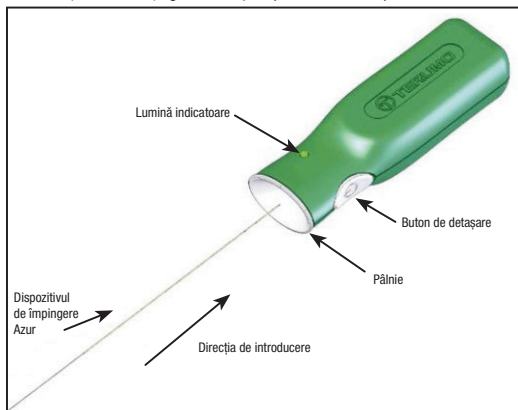

Figura 4 – Dispozitivul Azur pentru controlul desprinderii
12. Deschideți punga obturatorului vascular Azur și extrageți bucla de derulare din aceasta. Înainte de utilizare îndepărtați punga de la bucla de distribuitor. În timp ce mențineți pe loc implantul obturatorului vascular Azur și dispozitivul de introducere, trageți dispozitivul de împingere din bucla de derulare astfel încât capătul proximal al dispozitivului de împingere să fie vizibil. Procedați cu atenție pentru a nu contamina acest capăt al dispozitivului de împingere cu substanțe străine cum ar fi sânge sau agent de contrast. Introduceți ferm capătul proximal al dispozitivului de împingere în secțiunea pânzei a dispozitivului de control al detașării. Consultați figura 4. **Nu apăsați butonul de detașare în acest moment.**
31. Conectați capătul proximal al dispozitivului de împingere la dispozitivul de control al detașării Azur prin împingere fermă în secțiunea palniei a acestuia. Consultați figura 4.